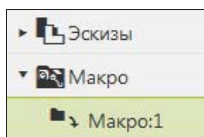

Рис. 26.8. Элемент **Макро** в **Дереве** модели
- ◆ из **Строки Главного меню** ► **Управление** ► **Макроэлемент** ► **Создать макроэлемент**. В **Дереве** модели появился элемент **Макро**, не содержащий ни одного объекта (рис. 26.8);